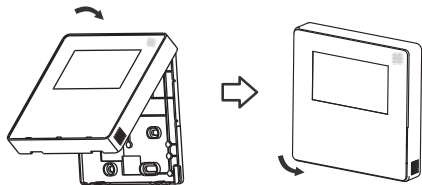

Fig 3-9
- Drahtcontrollers wieder an. Nach dem Einstellen des Oberteils und anschließendem Verschließen des Oberteils; vermeiden Sie es, die Verdrahtung während der Installation einzuklemmen. (Abb. 3-9)